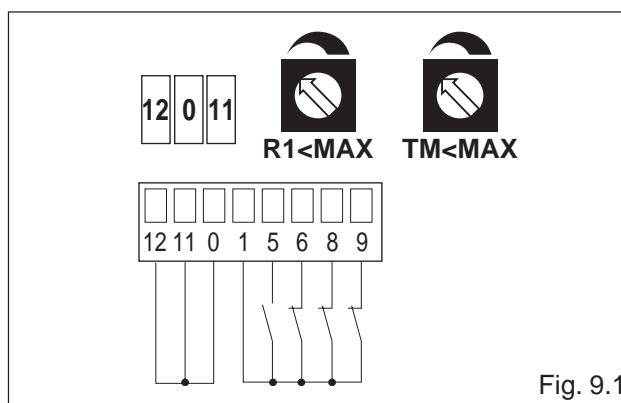

Fig. 9.1
- (Abb. 9.1) **Der Flügel fährt an die mechanischen Anschläge und bleibt vor Hindernissen stehen.** Bewegungszeit auf 2-3 Sekunden mehr einstellen als tatsächlich von dem Flügel benötigt wird ( $TM < MAX$ ) und die Klemmen 0-11-12 überbrücken.